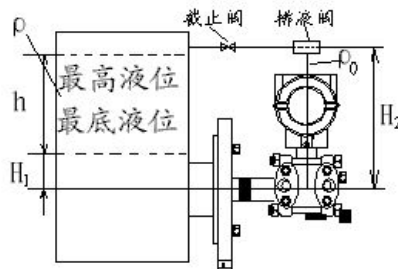

图 3.11 液位变送器测量闭口容器液位的示意图（湿管）
A.湿管：变送器的低压侧连到容器的上部取压口，高压侧法兰接容器的下部取压口，如图 3.11 所示。